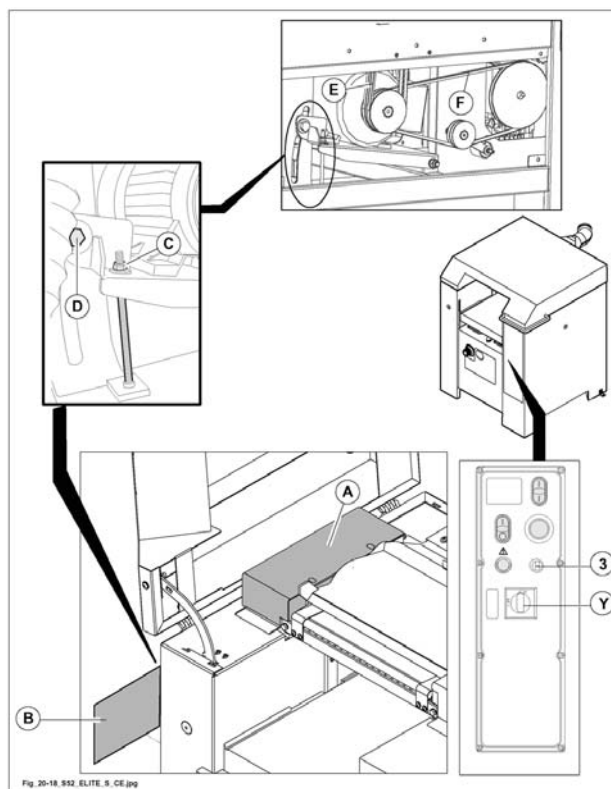

Fig. 20.18
l'interruttore generale (Y fig. 20.18) sia ruotato in posizione I (ON).
Sbloccare il freno motore ruotando il selettore (3 fig. 20.18) su ; freno motore sbloccato lampada spia accesa.
- 1) Togliere le protezioni (A , B fig. 20.18).
- 2) Allentare la vite (D fig. 20.18).
- 3) Allentare il dado (C fig. 20.18).
Togliere le cinghie (E fig. 20.18) per il motore pialla e se necessario la cinghia (F fig. 20.18) che aziona il dispositivo di avanzamento.
- 7) Rimontare le protezioni (A , B fig. 20.18).
bloccare il freno motore ruotando il selettore (3 fig. 20.18) su ; freno motore bloccato lampada spia spenta.